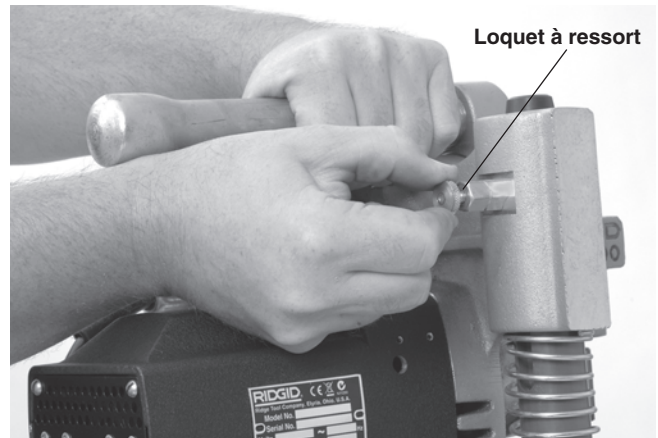

Figure 7 – Séparation du moteur de l'embase
Vérifiez que la chaîne et le levier pivotant se déplacent librement. Sur la HC-300, vérifiez le bon fonctionnement de la goupille d'arrimage du moteur (Figure 7).
- Posez la scie à cloche HC-300 sur une surface saine et stable, tirez sur le loquet à ressort situé en partie haute de son poteau gauche pour libérer le moteur de l'embase, puis retirez le moteur (Figure 7).